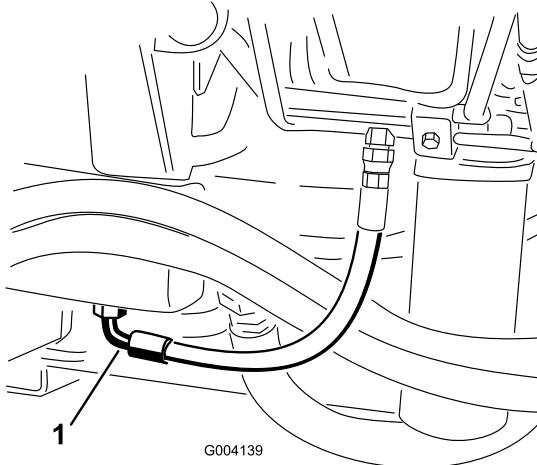

Рисунок 70
2. Установите большой сливной поддон под штуцер, расположенный в нижней части бака с гидравлической жидкостью (Рисунок 70).